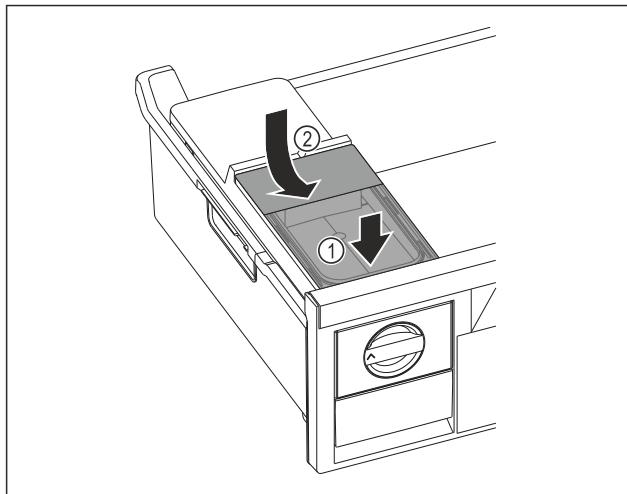

Fig. 76
- ▶ Установите бак для воды спереди. Fig. 76 (1)
- ▶ Опустите бак для воды сзади. Fig. 76 (2)